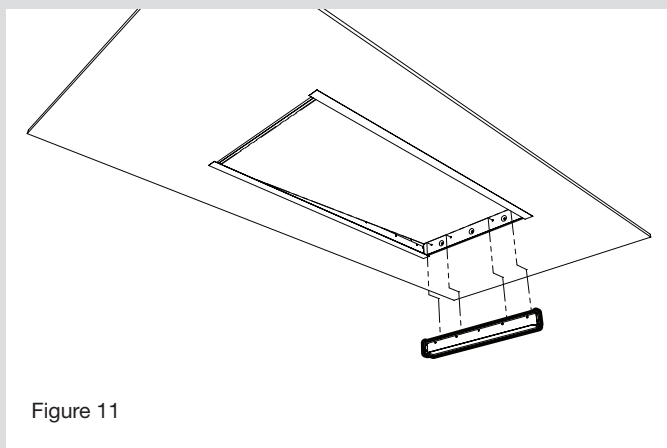

Figure 11
9. Soulever l'avant de la tuile, placer et fixer un embout à l'aide de vis no8 (non incluses). S'assurer que la lèvre épouse bien l'extérieur du trou (Fig.11).